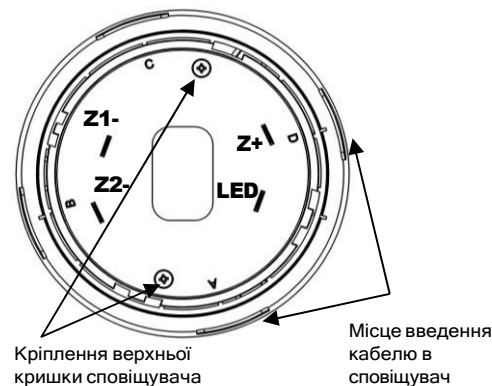

Рисунок 4.1 - Вигляд сповіщувача з боку контактів
4.5 Для випадків, коли кабель всередину бази заводять збоку, в самій базі та в кришці сповіщувача передбачені вікна, в яких за потреби вирізають отвори. Ці вікна промарковані літерами «**A**», «**B**», «**C**», «**D**» (Рис. 3.1, Рис. 4.1).